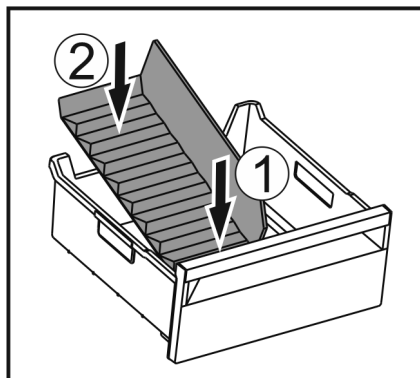

Fig. 121
- Inserire la parte anteriore del divisore dello scomparto del ghiaccio. Fig. 121 (1)
- ▶ Abbassare la parte posteriore del divisore dello scomparto del ghiaccio fino al fondo del cassetto. Fig. 121 (2)